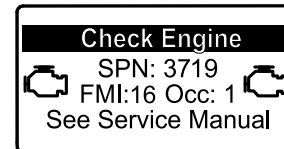

Figure 28
- Si une régénération en stationnement est nécessaire, l'InfoCenter affiche l'avertissement SPN 3719, FMI 16 (Figure 28) et le calculateur moteur réduit la puissance du moteur à 85 %.